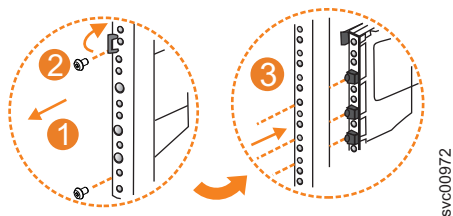

Рисунок 132. Снятие направляющей с передней скобы рамы
1. Открутите два винта, крепящих внешнюю секцию направляющей к передней скобе (см. рис. 132).
2. Отделите секцию направляющей от передней скобы (см. рис. 132).